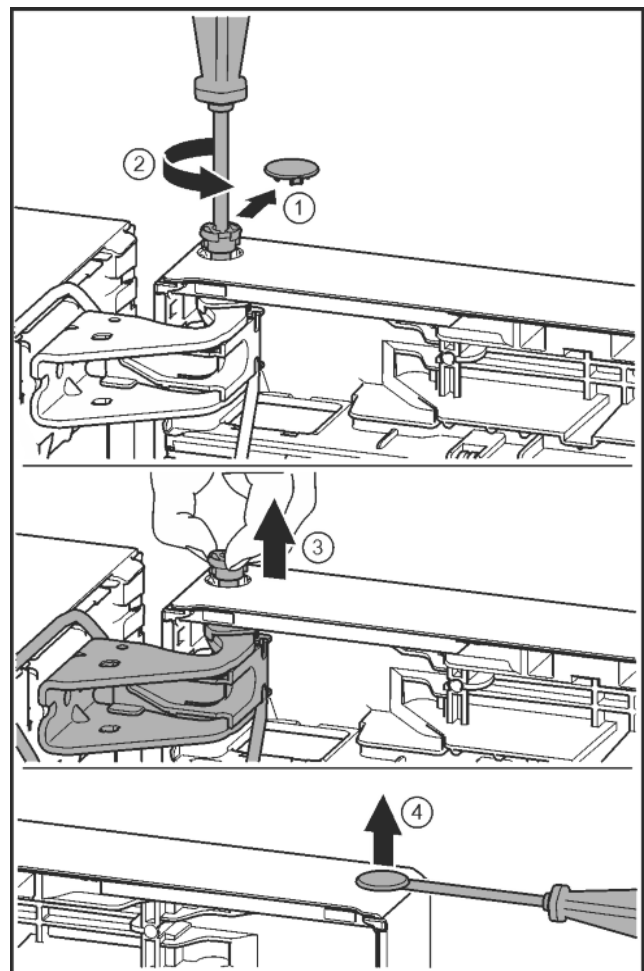

Fig. 20
- ▶ Sicherungsabdeckung vorsichtig abziehen. Fig. 20 (1)
- ▶ Bolzen mit Schraubendreher T15 ein Stück herausdrehen. Fig. 20 (2)
- ▶ Tür festhalten und Bolzen mit den Fingern herausziehen. Fig. 20 (3)
- ▶ Stopfen aus der Türlagerbuchse vorsichtig mit einem Schlitzschraubendreher anheben und herausziehen. *Fig. 20 (4)*